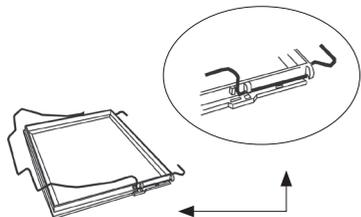

Рис. 2
1. Вставьте металлическую пружину в пазы на несущей рамке, как показано на рис. 2, но только с одной стороны.
2. Вставьте внутреннюю защитную пленку в предназначенное для нее отверстие на внутренней части электрооптического сварочного фильтра, как показано на рис. 2. а, затем вместе с защитной пленкой вставьте фильтр между пружиной и несущей рамкой так, чтобы пружина слегка прижала фильтр (2.б) к рамке. Во избежание попадания соединительного провода под металлическую пружину, при помещении электрооптического фильтра в несущую рамку его необходимо нагнуть вправо.